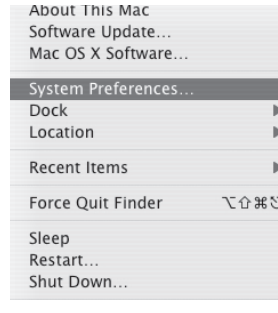

Figura 1
2. Per selezionare il C01U come ingresso audio del computer, aprite le Preferenze di Sistema dal Dock o dal menu Apple (figura 1).